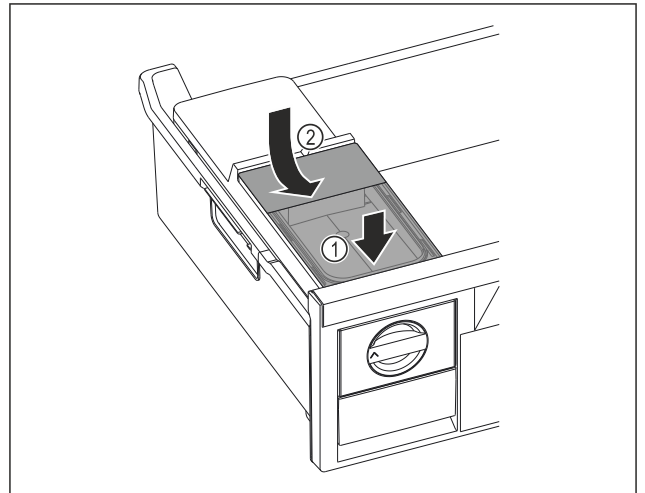

Fig. 129
- ▶ 放置水箱前部。 Fig. 129 (1)
- ▶ 放下水箱后部。 Fig. 129 (2)